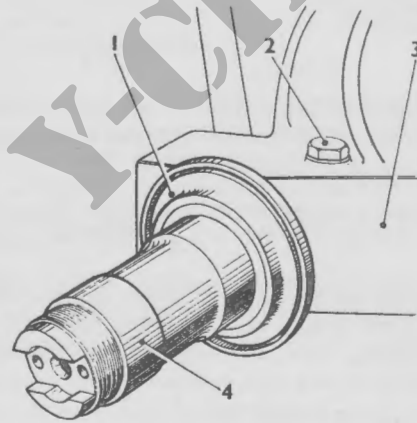

Fig. 55. Plaatsen van de oliekeringhouder op de loopwielas
- ( 9 ) Reinig de as, de binnenzijde van de naaf en alle andere delen zorgvuldig met benzine, droog ze en inspecteer ze op beschadigingen. Besteed bijzondere aandacht aan de oliekeringhouder (fig 55 nr 1) en de pakkingen.
- (10) Vervang alle onbruikbare onderdelen.